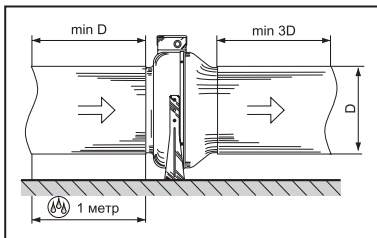

Рис. 5
2. В любом положении: с обеих сторон вентилятора подключите воздуховод минимальной длины, согласно рис.5.